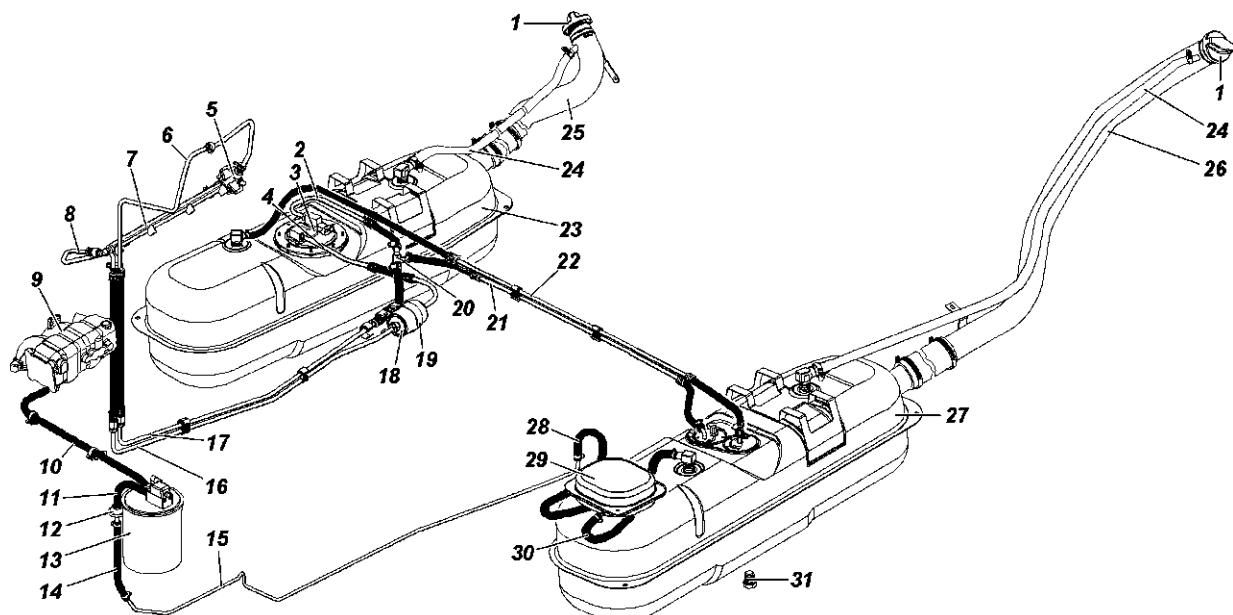

Рис. 4.18. Схема системы питания двигателя топливом и системы улавливания топливных испарений:
**Система питания двигателя топливом.** На автомобилях применена система подачи топлива без краника переключения топливных баков. Подача топлива осуществляется погружным электробензонасосом (погружным модулем) 3 (рис. 4.18), установленным в правом баке. Через фильтр 18 тонкой очистки топливо поступает в топливную рампу 7, относительное давление в которой поддерживается регулятором 5 давления на уровне 300 кПа. Повышенное давление топлива
*Топливные баки 23, 27 (см. рис. 4.18).* Обслуживание топливных баков заключается в периодической промывке или замене фильтра электробензонасоса (правый бак), промывке фильтра приемной трубы указателя уровня топлива (левый бак) и промывке самих баков.
*Система улавливания топливных испарений* (см. рис. 4.18). В процессе эксплуатации автомобиля необходимо обращать внимание на:
*Фильтр 18* (см. рис. 4.18) тонкой очистки топлива 315195-1117010 выполнен в виде одноразового неразборного фильтр-патрона. Замену топливного фильтра производите через каждые 20000 км.